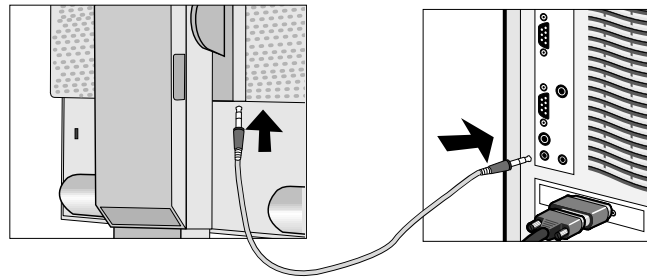

Figura A.1
2. Conecte un extremo del cable de audio a "AUDIO INPUT" en la parte trasera del monitor y el otro al terminal "AUDIO OUT" del ordenador (**Figura A.1**).